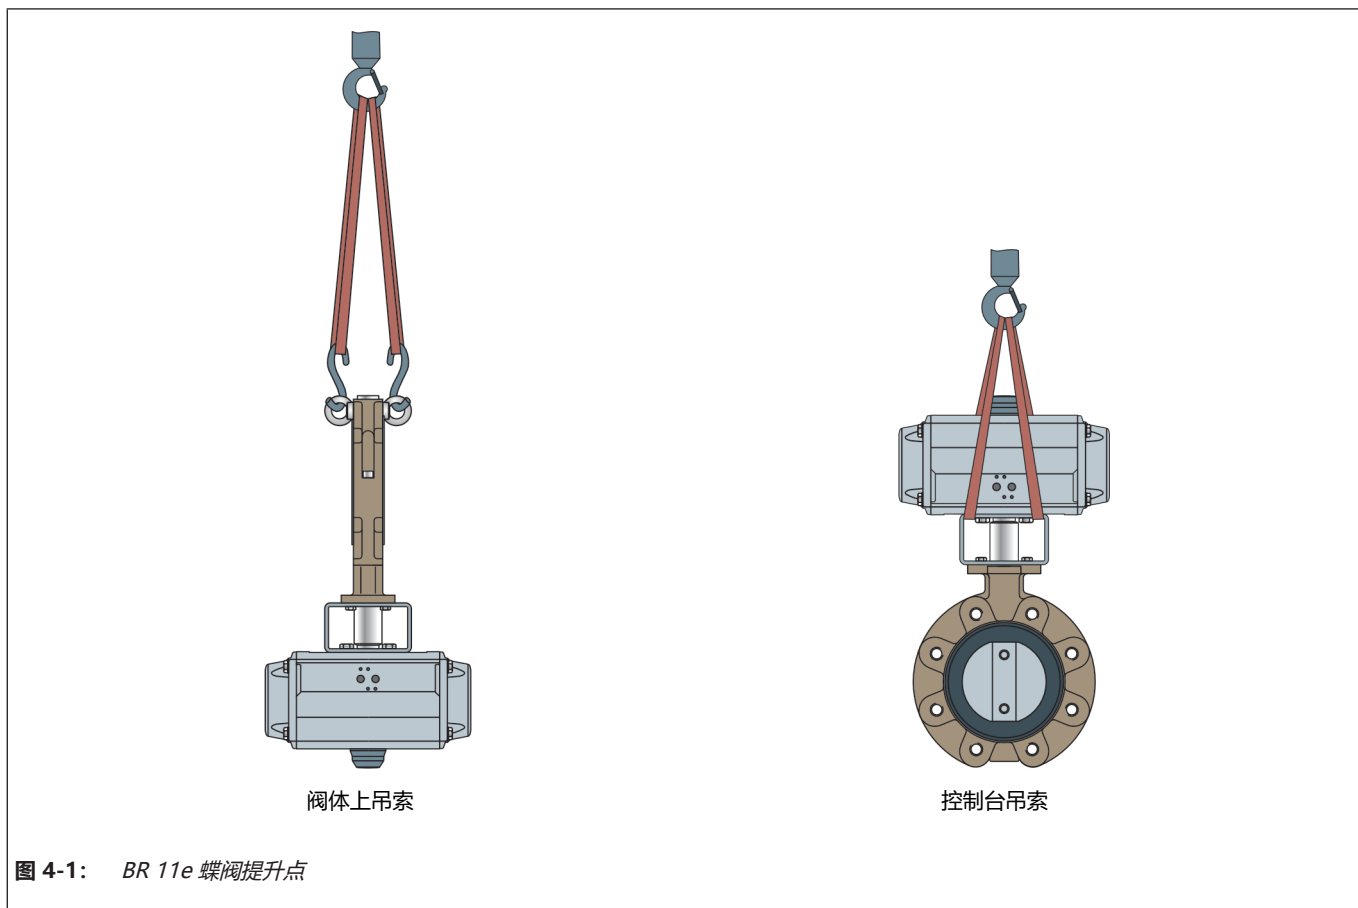

图 4-1: BR 11e 蝶阀提升点
- ⇒ 使用带有安全夹的挂钩作为悬吊元件，以防吊索在提升和运输期间滑离挂钩，请参见图 4-1。
- ⇒ 将吊索扣紧到起重机或叉车的每个悬吊元件（例如，挂钩），请参见图 4-1。在执行此操作时，请检查承载量和吊索长度，以确保安全。
- ⇒ 将吊索扣紧到起重机或叉车的托架和悬吊元件（例如，挂钩），请参见图 4-1。在执行此操作时，请检查承载量和吊索长度，以确保安全。